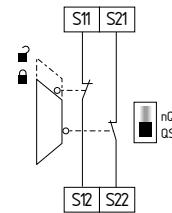

Fig. 14
**Surveillance de protecteur à 2 canaux avec dispositifs d'interverrouillage selon EN ISO 14119 (Fig. 14)**